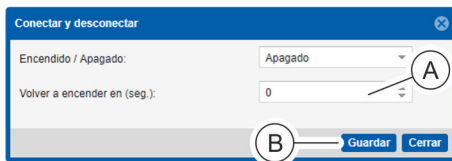

Fig. 103: Desconectar un enchufe hembra
5. Solo para la desconexión: en el menú de selección "Volver a encender en (seg.)" (Fig. 103/A), introduzca un tiempo.
6. Finalice el proceso con el botón "Guardar" (Fig. 103/B).